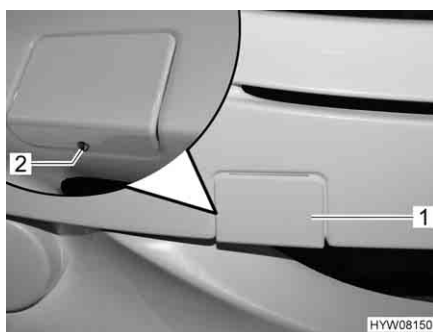

Fig. 29 Copertura per l'alloggiamento dell'occhione di traino (Fiat)
- Svitare la vite di sicurezza (Fig. 29,2) sulla copertura (Fig. 29,1).